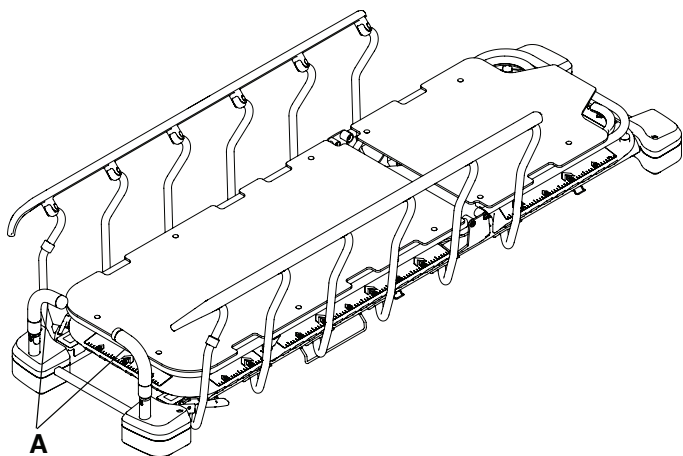

**Figura 9 – Posizionamento delle maniglie di spinta del lato piedi**
1. Tirare verso l'alto, una alla volta, le maniglie di spinta del lato piedi (A) (Figura 9).
2. Fare ruotare le maniglie di spinta del lato piedi (A) nella posizione di utilizzo.